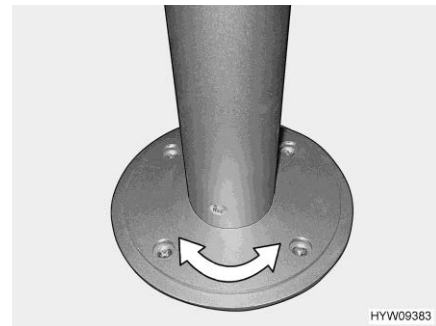

Bild 133 Säulen-Tischfuß (drehbar) (modellabhängig)
- Tischplatte in gewünschte Stellung drehen. Dazu ist etwas Kraftaufwand nötig, denn die Tischplatte dreht sich gegen den Reibungswiderstand am Säulen-Tischfuß (Bild 133).